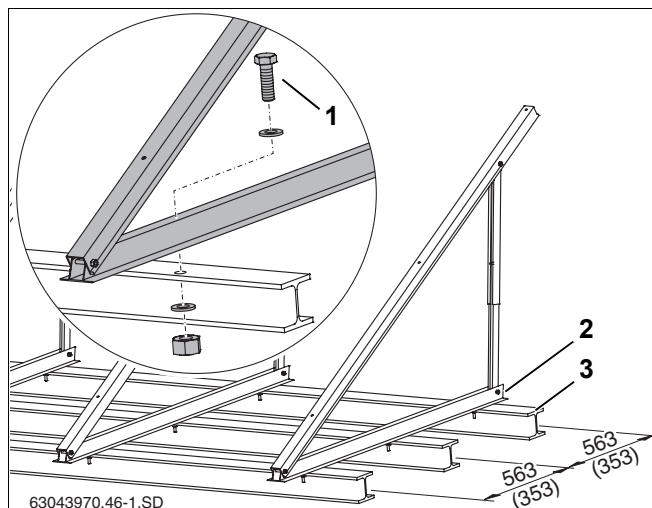

Рис. 26 Подставки на двутаврах, размеры в мм (значения в скобках = горизонтальное исполнение)
На плоской крыше можно выполнить анкерное крепление подставок. Здесь приведен пример крепления к двутаврам (рис. 26, поз. 3).
- Разметить расстояние между отверстиями на нижнем профиле (рис. 26, поз. 2) на двутавре и просверлить отверстия.
- Вставить болты (см. таб. 8 и рис. 26, поз. 1) в профиль и двутавр и затянуть с гайками и шайбами.